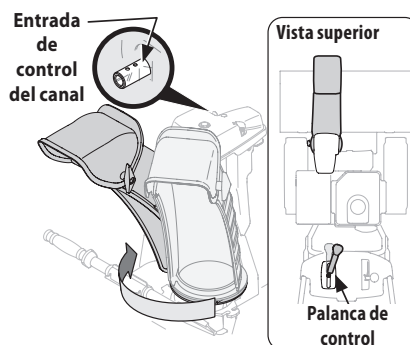

Figura 2-26
4. Apriete el disparador de la palanca de control y gire el canal manualmente para que mire hacia adelante. Los orificios en la entrada del control del canal estarán mirando hacia arriba. Consulte Figura 2-26.